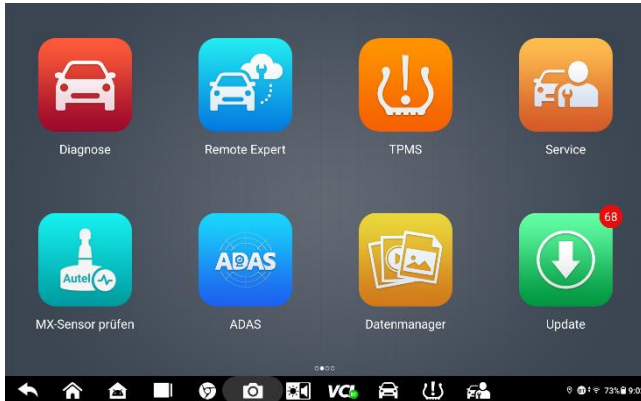

Abbildung 5-2- Startmenü
1. Tippen Sie auf das **TPMS**. Klicken Sie auf die Anwendungstaste im MaxiSys - Startmenü (Abbildung 5-2) . Das Fahrzeugmenü wird angezeigt.
1. Tippen Sie im MaxiSys -Startmenü auf die Schaltfläche für **die TPMS** - Anwendung (Abbildung 5-2). Das Fahrzeugmenü wird angezeigt.
1. Tippen Sie im MaxiSys -Startmenü auf die Schaltfläche für **die TPMS** -Anwendung (Abbildung 5-2). Das Fahrzeugmenü wird angezeigt.